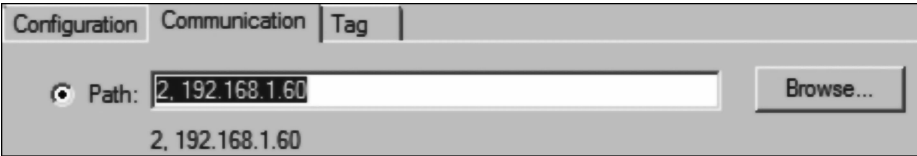

图 9-15 路径设置
3) 点击 “Communication” 选项卡，设置路径 “2. 192. 168. 1. 60”，如图 9-15 所示。